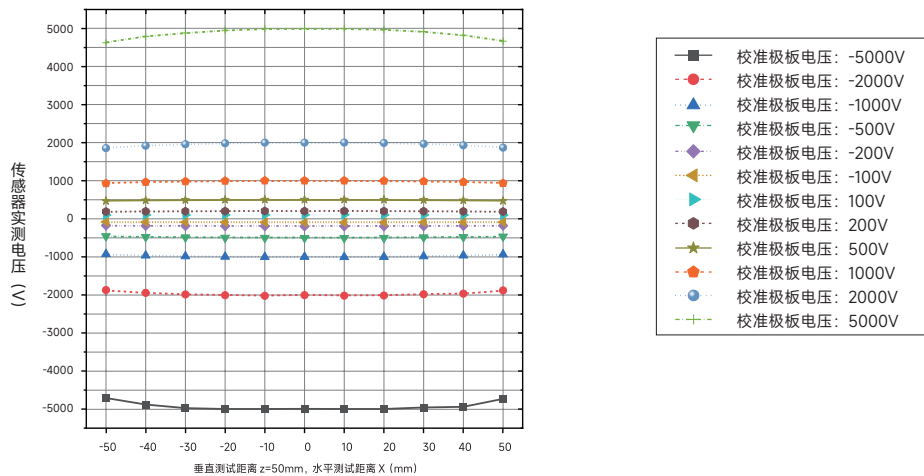

图 12 垂直距离 50mm 时，标准平板电极水平测试数据图
- ② 图 12 是在垂直测试距离 50mm，标准平板电极为 150mm x 150mm 不锈钢电极，传感器以校准平板中心位置为坐标原点，不同水平测试距离下的测试数据图：